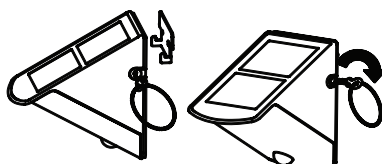

Fig. 3
3. Cuelgue la luz en la placa de montaje y bloquéela dándole vuelta a la llave. Quite la llave y guárdela para su uso futuro (Fig. 3).